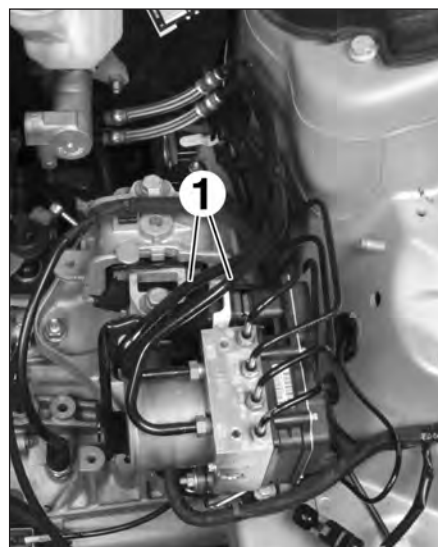

FIG.23
- les canalisations de frein (1) du bloc hydraulique (Fig.23).